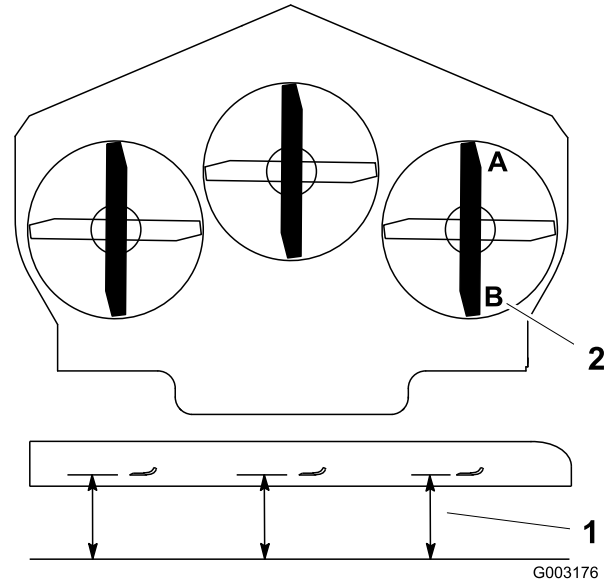

Figura 69
- Coloque la cuchilla derecha en posición longitudinal (Figura 69).
- Mida la cuchilla derecha en la posición **A** desde una superficie nivelada hasta el filo de corte del extremo de la cuchilla (Figura 69).
- Mida la cuchilla derecha en la posición **B** desde una superficie nivelada hasta el filo de corte del extremo de la cuchilla (Figura 69).
- La cuchilla del cortacésped debe estar entre 6 y 10 mm más baja en la posición **A** que en la posición **B** (Figura 69). Si no es correcta la distancia, continúe con los pasos siguientes.